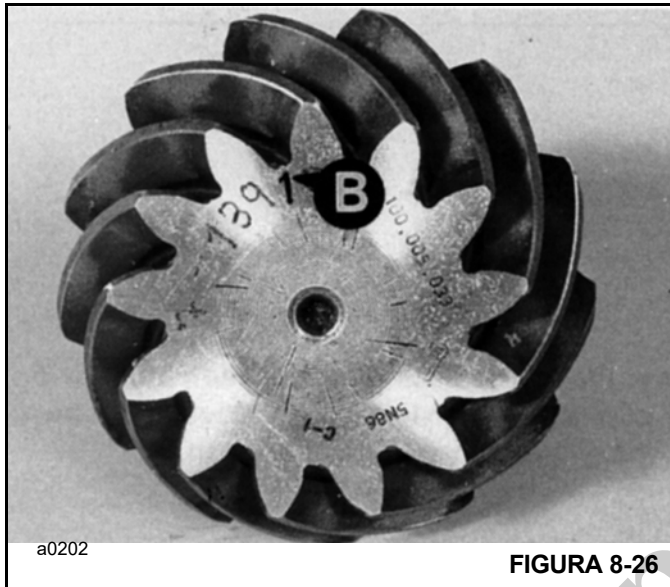
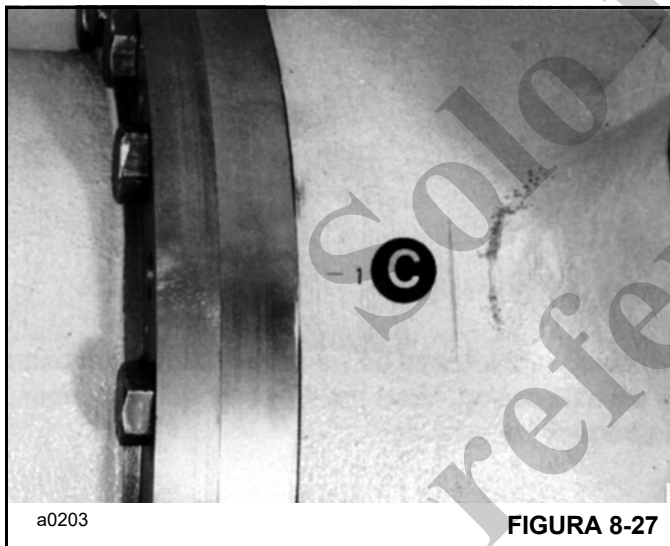

FIGURA 8-26
FIGURA 8-27
3. Halle el valor de la distancia de montaje B (Figura 8-26) en el piñón y la desviación C (Figura 8-27) en la caja de la cabeza motriz. Ambas unidades están en milímetros. Para convertir milímetros en pulgadas, multiplique los milímetros por 0.03937.